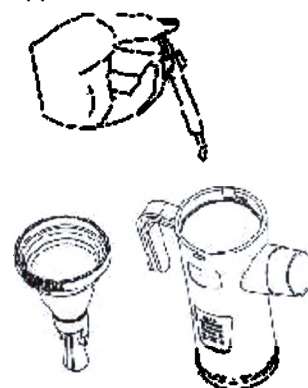

Рисунок 9.
- Пипеткой или при помощи специального мерно – весового контейнера поместите нужное лекарственное средство, не более 6 мл, в чашку ингалятора (Рисунок 9).